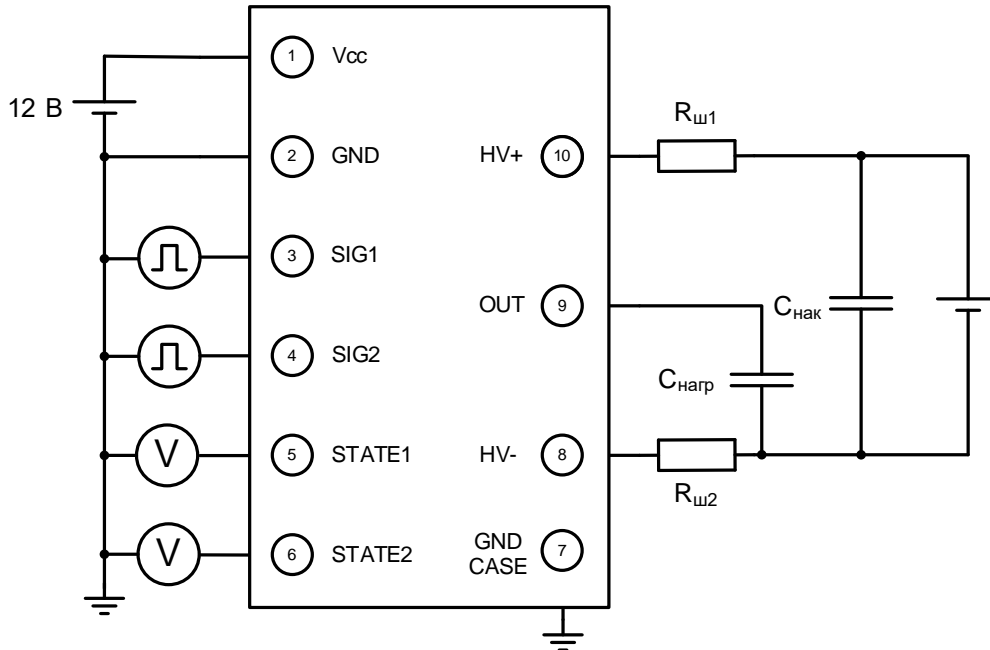

Рис. 2 Типовая схема подключения твердотельного коммутатора HVS-RH-12-5
1. Собрать схему подключения в соответствии с рис. 2